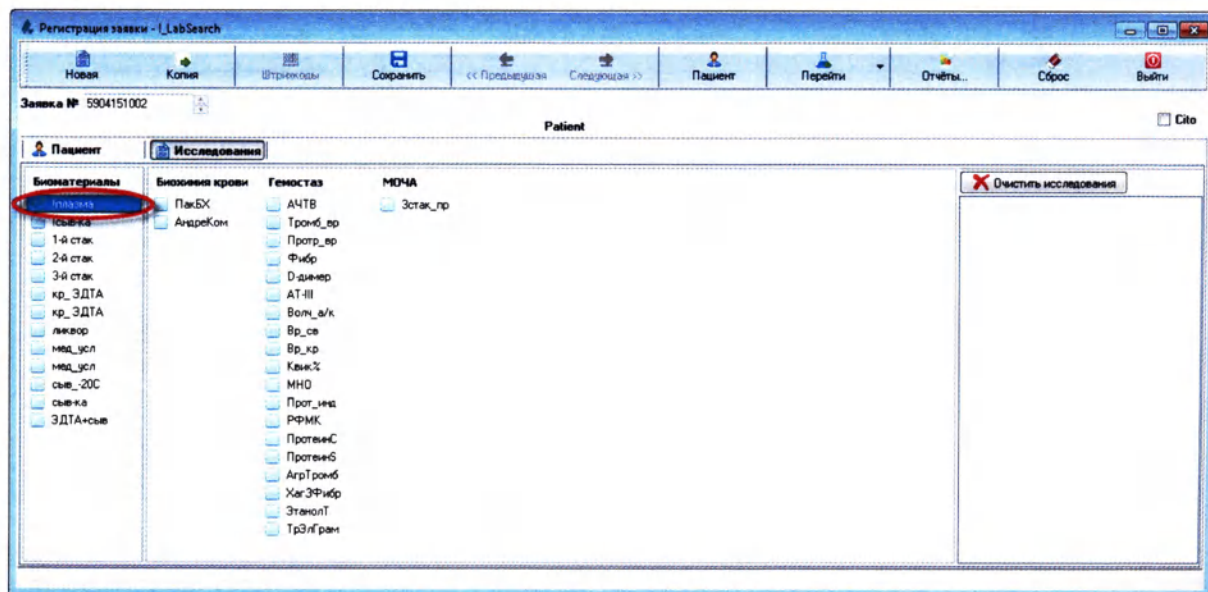

Рисунок 2.35
1. В левой части окна, в области Биоматериалы, выберите биоматериалы, щелкнув по ним левой кнопкой мыши. Выбранные биоматериалы будут отмечены галками (Рисунок 2.35):